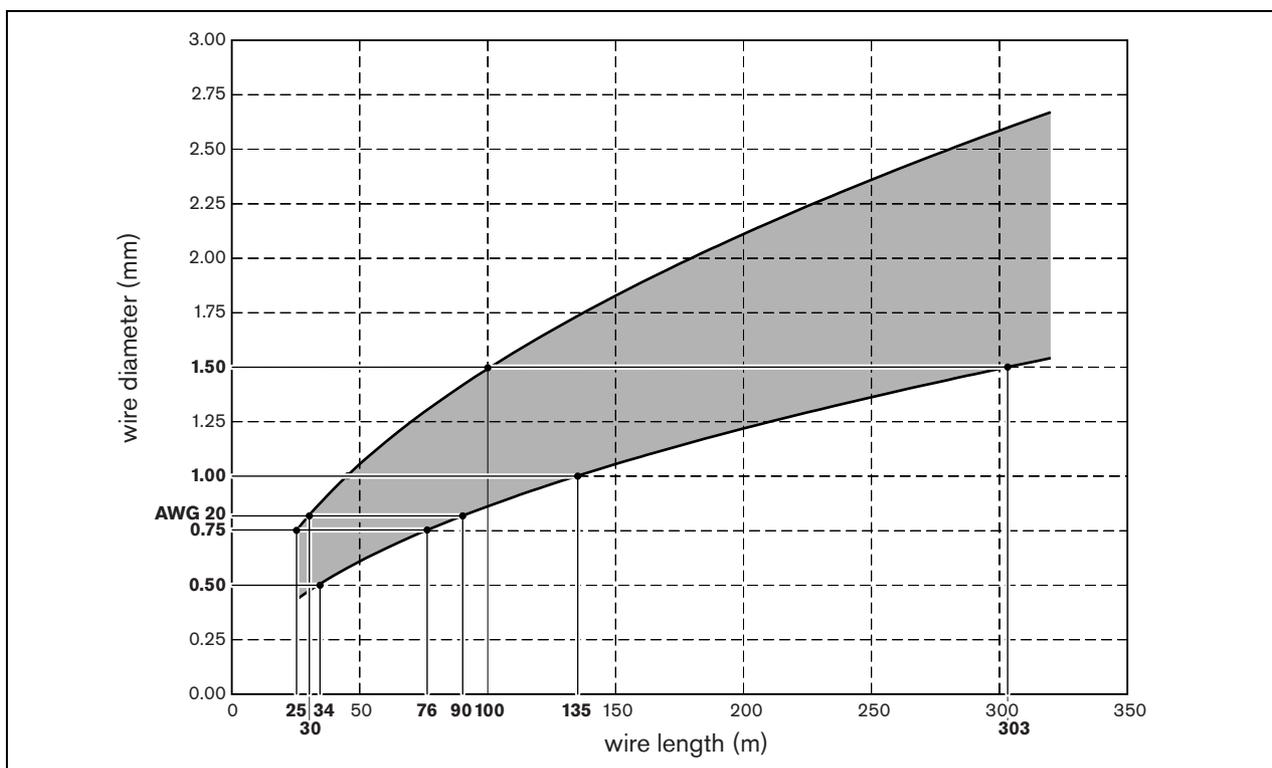

figura 2.9: Diâmetro do fio vs. o comprimento do fio (fios de cobre)
- 2 Utilize a figura 2.9 para obter o diâmetro de fio permitido.
Por exemplo, numa sala rectangular com uma largura (W) de 10 m e um comprimento (L) de 30 m, o comprimento do fio é de 80 m. De acordo com a figura 2.9, o diâmetro do fio deve situar-se entre 0,77 e 1,34 mm. Deste modo, pode utilizar um fio de AWG 20 ou um fio com um diâmetro padrão de 1,00 mm.